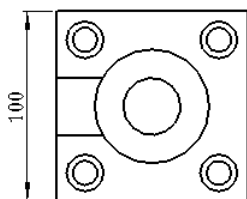
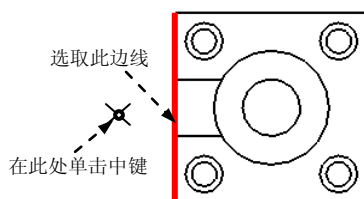

图 5.2.16 尺寸显示
图 5.2.17 选取边线
Step3. 选取图 5.2.15 所示的边线 1，再选取图 5.2.15 所示的边线 2，接着在图 5.2.15 所示的位置单击中键，此时在视图中显示出此两边线之间的距离，如图 5.2.16 所示。
➤ 标注图 5.2.16 所示的尺寸，还可以按照如下的方法操作。
Step3. 在弹出的 ATTACH TYPE (依附类型) 菜单中选择 On Entity (图元上) 命令，选取图 5.2.17 所示的边线，在图 5.2.17 所示的位置单击中键，此时视图中显示尺寸，如图 5.2.16 所示。